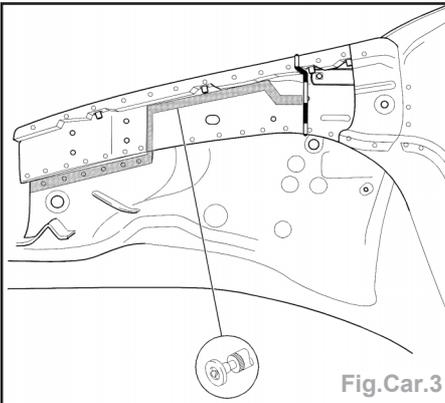

Fig.Car.3
- Déterminer la ligne de coupe en fonction de l'endommagement mais pas au niveau du renforcement de la charnière (Fig.Car.3).